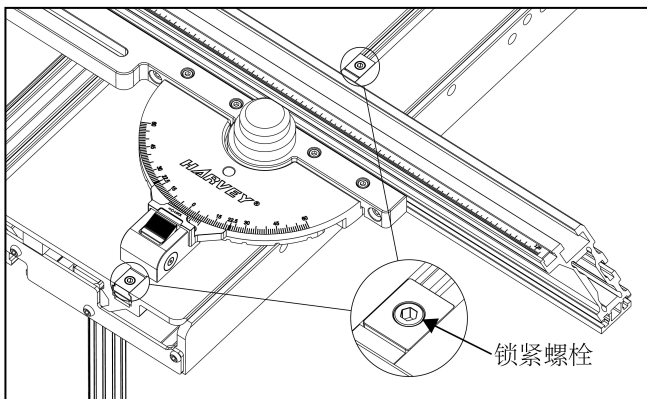

图 14
10. 将靠山导杆滑入滑台台面距离锯片最近的 T 型槽内，如图 14 所示。在进行全长锯切时，靠山导杆应该和滑台前缘齐平。导杆前后方各有一个锁紧螺栓，使用一个 4mm 内六角扳手逆时针旋转锁紧螺栓，锁紧靠山导杆。